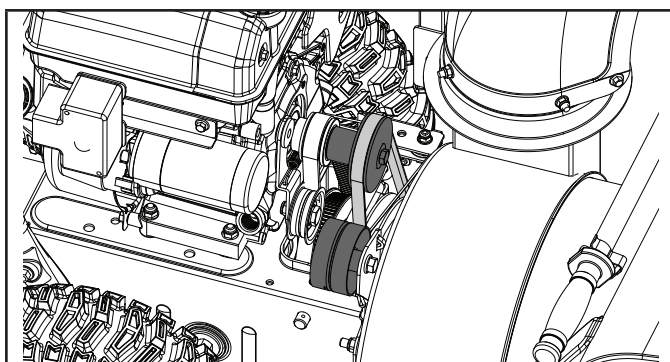

Figure 29
9. Avec la courroie correctement placée à la fois sur la poulie avant et la poulie d'entraînement de la tarière, écarter la poulie la courroie et glissez la courroie à l'intérieur de la poulie. Vous pouvez tirer le recoil pour faire tourner la poulie pour aider à l'assise. (figure 29)